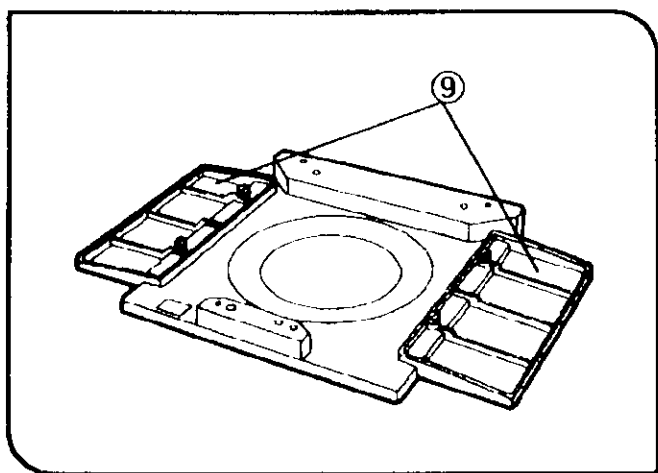

图 89
- ⑥ 没有使用机械式载物台时，载物台托架(9)可以安装平面载物台两侧（图 89）